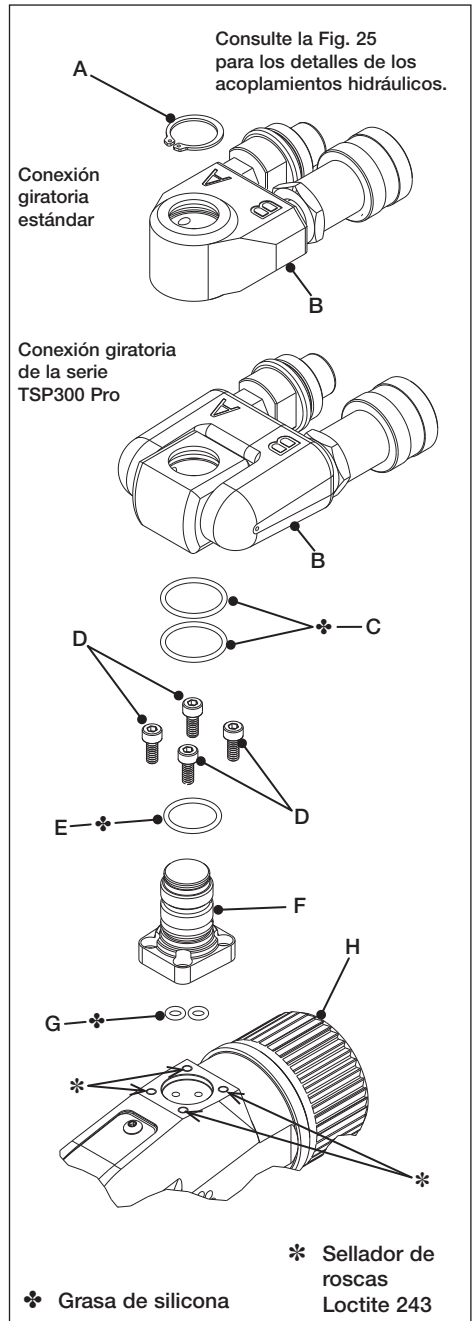

Fig. 21
#### 5.3.1 Conexión giratoria hidráulica y extracción del pasador de la conexión giratoria (Fig. 21 y 25)
Consulte Fig. 21 y 25 para los componentes de la conexión giratoria.
**5.3.7 - Montaje y reinstalación de la conexión giratoria hidráulica y del pasador de la conexión giratoria (Fig. 21 y 25)**